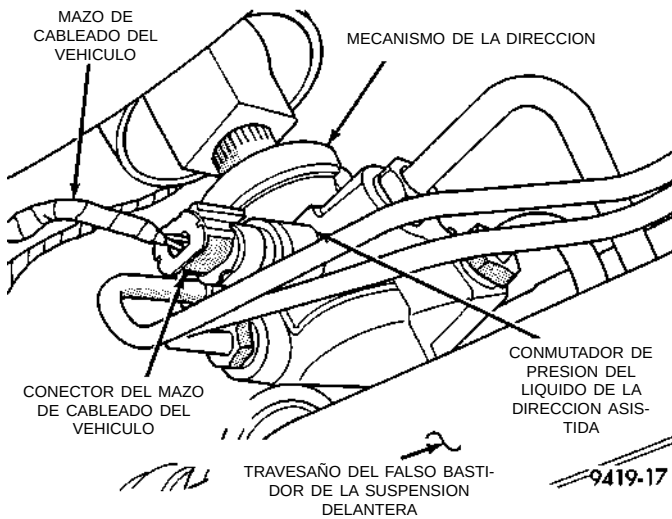

Fig. 7 Localización del conmutador de presión de dirección asistida en el mecanismo de dirección asistida
El conmutador de presión de la dirección asistida (Fig. 7) se instala directamente en el mecanismo de dirección asistida de los vehículos que requieren su uso.
(1) Desconecte el cable negativo de la batería. Asegúrese de que el cable quede aislado del borne negativo de la batería.
(2) Eleve el vehículo.
(3) Localice el conmutador de presión de dirección asistida (Fig. 7) en la parte trasera del mecanismo de dirección asistida.
(4) Retire del conmutador de presión de la dirección asistida el conector del mazo de cableado del vehículo (Fig. 7).
(5) Retire del mecanismo de dirección asistida el conmutador de presión.
(1) Instale manualmente el conmutador de presión de la dirección asistida en el mecanismo de dirección asistida hasta que quede completamente asentado. A continuación apriete el conmutador de presión de la dirección asistida con una torsión máxima de 8 N·m (70 libras pulgada).
(2) Instale el conector del mazo de cableado del vehículo (Fig. 7) en el conmutador de presión de dirección asistida. Asegúrese de que el fiador del conector del mazo de cableado encaje por completo en la lengüeta de fijación del conmutador de presión de la dirección asistida.